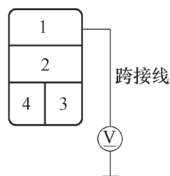

图 5-111 测量冷凝器风扇继电器 4P 插座的 1 号端子和车身搭铁之间的电压
3) 如图 5-111 所示，测量冷凝器风扇继电器 4P 插座的 1 号端子和车身搭铁之间的电压，检查是否为蓄电池电压。如果不是，更换发动机
3) 测量冷凝器低速继电器 4P 插座的 1 号端子和车身搭铁之间的电压 (图 5-111)，检查是否为蓄电池电压。如果不是，更换发动机舱盖下熔丝 / 继电器盒；如果是，进行下一步。